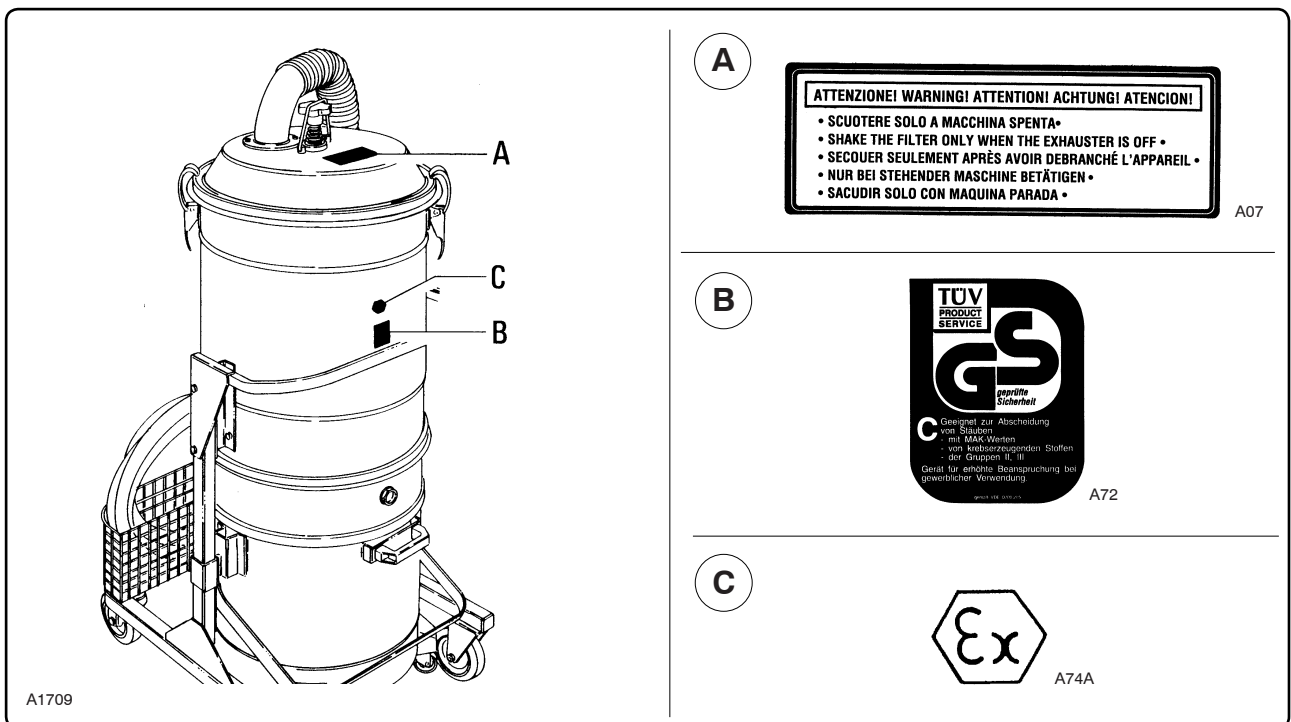

Fig. 3.2.1
3.2 - Targhe di avvertenza (fig. 3.2.1)
3.2 - Warning plates (fig. 3.2.1)
3.2 - Plaques de recommandation (fig. 3.2.1)
3.2 - Placas de advertencia (fig. 3.2.1)